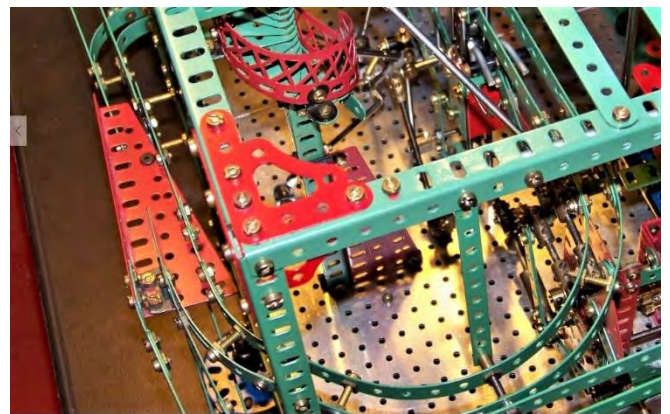

Abbildung 4
Um die nach rechts oben beförderte Kugel wieder in den Kreislauf zu übergeben, wird sie am oberen Ende der *Archimedischen Schraube* in eine *Abwärtswendel* (Abbildung 4) – gebaut aus lauter gefächert verschraubten 3-Loch-Flachbändern – geworfen, von wo sie in Richtung Magnetkreuz-Umsetzer rollt. Vorher
– im Bauzustand Februar 2016 – war dies aber die Einlaufbahn, die beim Vertikalmagazin des Kugelhebers begann. Folglich musste diese Strecke nun abgehängt und anders angeschlossen werden: Sie wurde mit der zur Ausgangsbasis Separator / Löffel laufenden Bahn durch eine Art „Paralleleinlauf“ zusammengefasst (vergl. Abbildung 4).